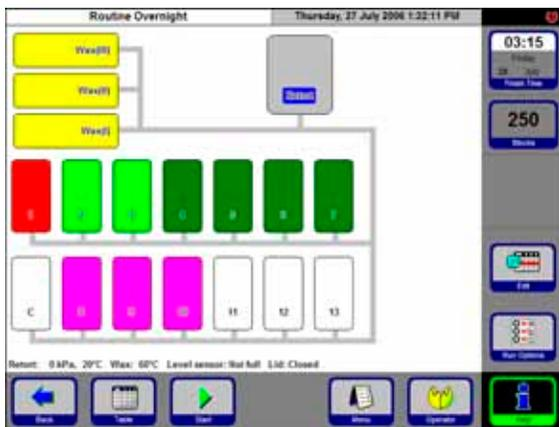

Fig. 63
- Se visualiza una pantalla con la representación gráfica del equipo - las estaciones que forman parte del programa activado se visualizan en los colores de los grupos de reactivo correspondientes (Fig. 63).